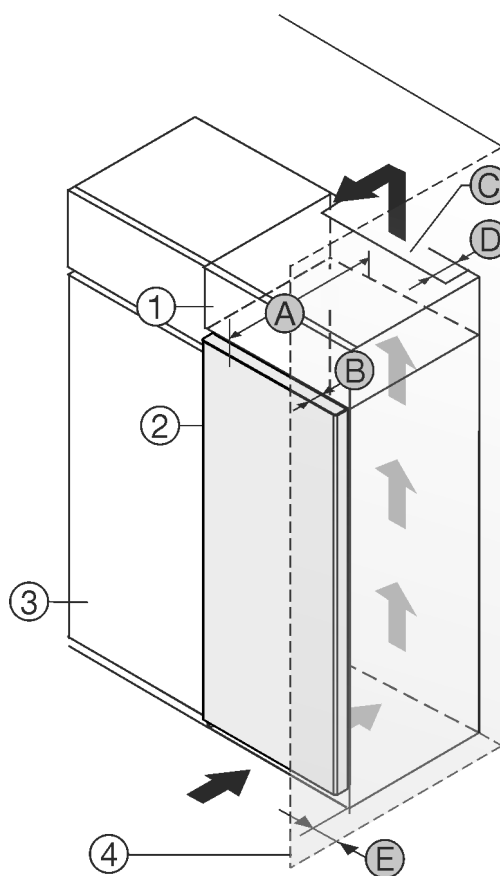

Fig. 1
- (1) Armario superior\*
- (2) Aparato\*
- (3) Armario de cocina\*
- (4) Pared\*
- (A) Profundidad del aparato\*
- (B) Profundidad de la puerta\*
- (C) Sección transversal de ventilación\*
- (D) Distancia con respecto a la parte trasera del aparato\*
- (E) Distancia con respecto al lateral del aparato\*
Puede colocar el electrodoméstico directamente al lado del armario de cocina Fig. 1 (3)\*.
En la parte trasera del armario superior debe haber una cámara de salida de aire con una profundidad Fig. 1 (D) que abarque toda la anchura del armario.\*
Bajo el techo de la estancia debe mantenerse la sección transversal de ventilación Fig. 1 (C)\*.
Si el electrodoméstico se instala con las bisagras junto a una pared *Fig. 1 (4)*, la distancia entre el electrodoméstico y la pared debe ser de como mínimo 13 mm.\*
Si el electrodoméstico se instala con las bisagras junto a una pared *Fig. 1 (4)*, la distancia entre el electrodoméstico y la pared debe ser de como mínimo 20 mm.\*
Para poder abrir totalmente la puerta, el electrodoméstico debe sobresalir la profundidad de la puerta *Fig. 1 (B)* respecto del frente del armario de cocina. El electrodoméstico puede sobresalir más en función de la profundidad de los armarios de cocina *Fig. 1 (3)* y del uso de distanciadores de pared.\*